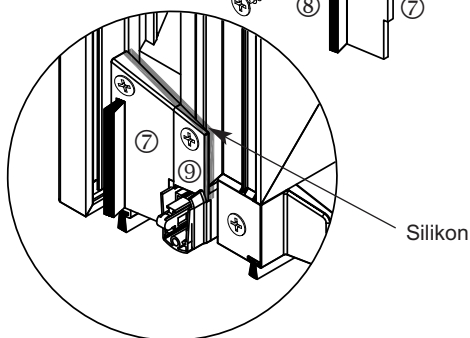

Abb. 5
- M636 7 wird in M637 9 eingedreht, an beiden Enden vom Flügel $\varnothing 3 \text{ mm}$ vorgebohrt und mit je einer Schraube $\varnothing 3,9 \times 19 \text{ mm}$ 10 verschrauben (siehe Abb. 5).
- Im Anschluss werden M636 7 und M637 9 im oberen Bereich mit Silikon abgedichtet (siehe Abb. 5).